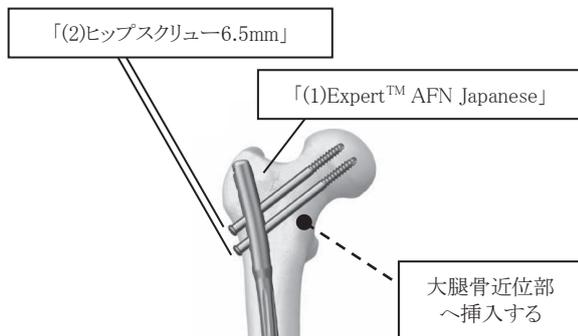

図 II-2: 「(2)ヒップスクリュー6.5mm」の大腿骨近位部への挿入
- 2) 大腿骨における近位部骨折を固定する場合は、「(2)ヒップスクリュー 6.5mm」を大腿骨近位部へ挿入する。(図 II-2)